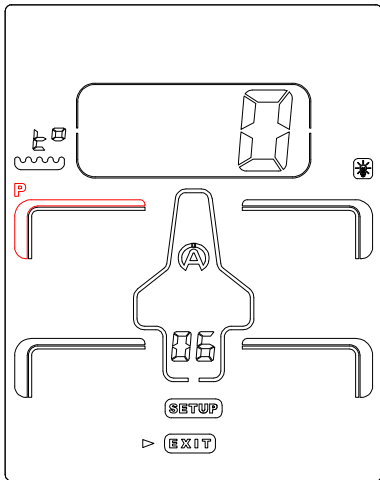

Figure 17
- 2) Le premier Icône « **P** » (pression) sur le pneu avant gauche apparait par défaut en clignotant (*figure 17*)